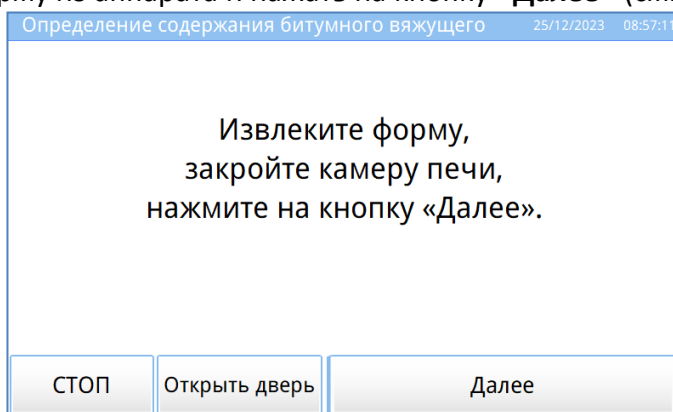

Рисунок 8 – Извлечение пустой формы из печи
4.5.6 Извлечь пустую форму из аппарата и нажать на кнопку **«Далее»** (см. рисунок 8).
4.6.9 Извлечь форму из аппарата (см. рисунок 8) и нажать на кнопку «Далее».